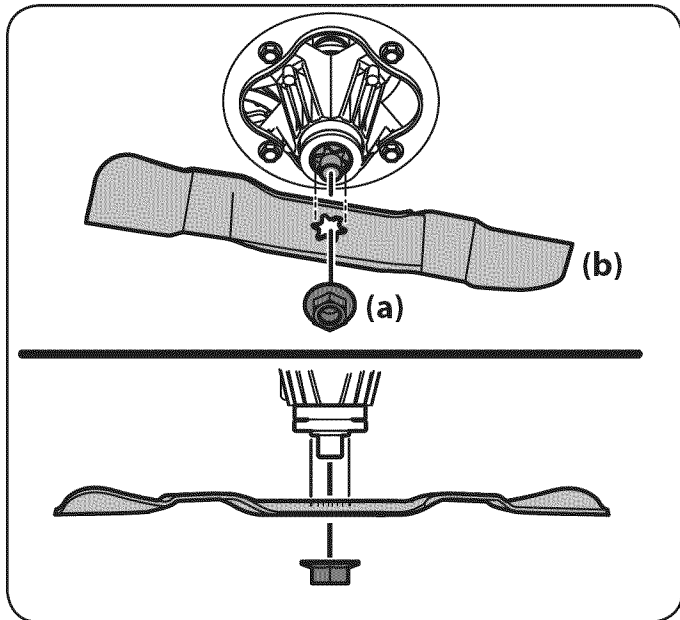

Figura 15
1. Extraiga las tuercas de brida hexagonales (a) que sujetan cada cuchilla al conjunto del husillo. Vea la Figura 15.
1. Saque las cuchillas (b) de la plataforma de corte. Vea la Figura 15.